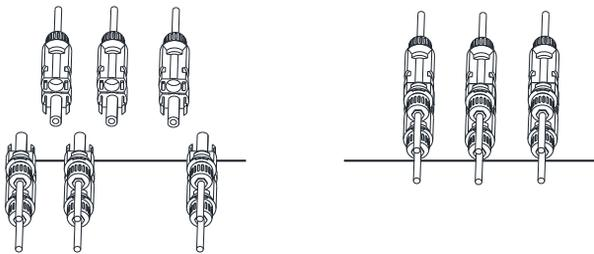

Abb. 3.6 DC-Eingangsanschluss
d) Zum Schluss stecken Sie den DC-Stecker in den positiven und negativen Eingang des Wechselrichters (Bild 3.6).